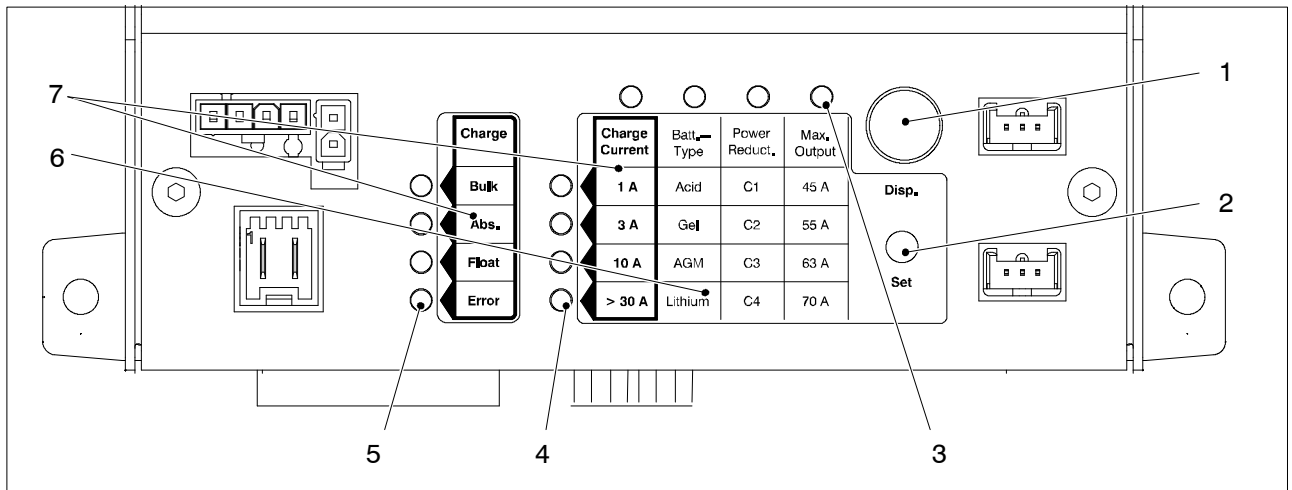

Bild 11 Bedien- und Anzeigefeld für Einstellungen und Anzeige
- Anzeige des momentanen Lade- und Gerätestatus (Bild 11, Pos. 4), Ladezyklus und Ladestrom
- Nach Abfrage Anzeige der aktuellen Einstellungen (Bild 11, Pos. 3) Batterietyp "Batt.-Type", Kennlinie zur Leistungsbegrenzung "Power Reduct." und maximal möglicher Ausgangsstrom "Max. Output"
Die Anzeige der aktuell eingestellten Werte erfolgt über die 4 x 4 Matrix auf der Oberseite des Geräts (Bild 11, Pos. 3). Dabei wird in der oberen LED-Zeile angegeben, um welchen Wert es geht. Die linke LED-Spalte neben der Matrix zeigt an, welcher Wert aktuell eingestellt ist.
- Taster "Anzeige" (Disp.), Bild 11, Pos. 1, kurz drücken.
- Taster "Anzeige" (Disp.), Bild 11, Pos. 1, erneut kurz drücken.
- ▶ Taster "Anzeige" (Disp.), Bild 11, Pos. 1, kurz drücken.
- ▶ Innerhalb von 6 s den Taster "Einstellen" (Set), Bild 11, Pos. 2, länger als 3 s drücken.
- ▶ Den Taster "Einstellen" (Set), Bild 11, Pos. 2, so oft drücken, bis die LED des gewünschten Batterietyps blinkt:
- Den Taster "Einstellen" (Set), Bild 11, Pos. 2 länger als 3 s drücken.
- Taster "Anzeige" (Disp.), Bild 11, Pos. 1, so oft drücken, bis die LED oberhalb der Spalte "Power Reduct." leuchtet.
- Innerhalb von 6 s den Taster "Einstellen" (Set), Bild 11, Pos. 2, länger als 3 s drücken.
- Den Taster "Einstellen" (Set), Bild 11, Pos. 2, so oft drücken, bis die LED der gewünschten Kurve C1 ... C4 blinkt: